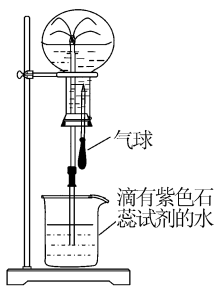

图 2
► 喷泉的长久观察,如图 2 所示。迅速打开止水夹,可看到烧瓶内形成美丽的喷泉,逐渐上升的液面上白雾茫茫(盐酸小液滴),烧杯中紫色的水到达烧瓶后变为红色,为红色喷泉。过一段时间后烧瓶内的水又变成了无色(这是由于未完全燃烧的氯气溶于水产生的次氯酸具有漂白作用,使溶液的红色被氧化漂白的缘故)。当烧瓶中液面上升到烧瓶容积的一半左右,关闭导气管的止水夹,停止实验,反应停止。再将导气管插入盛有 2% NaOH 溶液的烧杯中(烧杯内事先滴入 1 滴~2 滴酚酞溶液),打开止水夹,可以继续形成喷泉实验,气体溶解,喷泉不再产生。